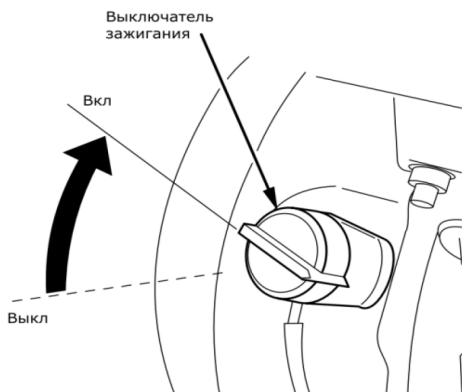

Рис. 11
- Выключатель зажигания установите в положение ON (Включено) (рис. 11).